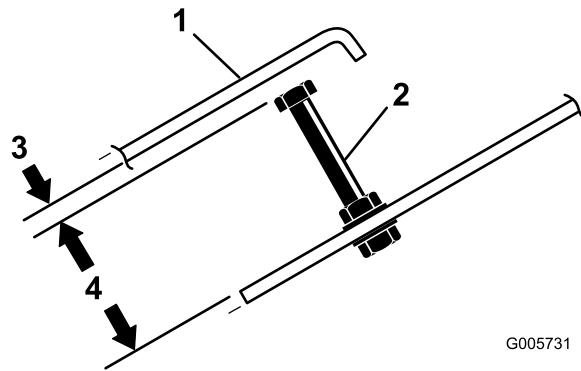

Figure 70
2. Desserrez les contre-écrous et réglez la vis de butée de la pédale de déplacement (Figure 70) afin d'obtenir une longueur de 7,5 cm.